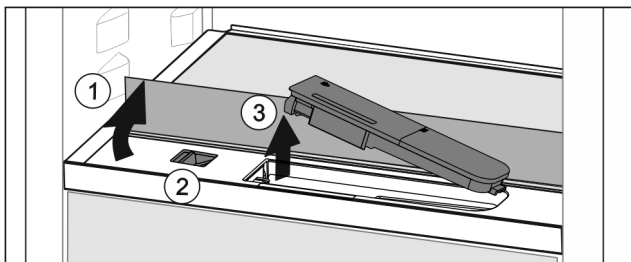

Fig. 45
- ▶ Підняти скляну панель і відкинути до упору назад Fig. 45 (1).
- ▶ Посуньте повзунок Fig. 45 (2) уліво.
- ▶ Вийняти бак для води Fig. 45 (3).